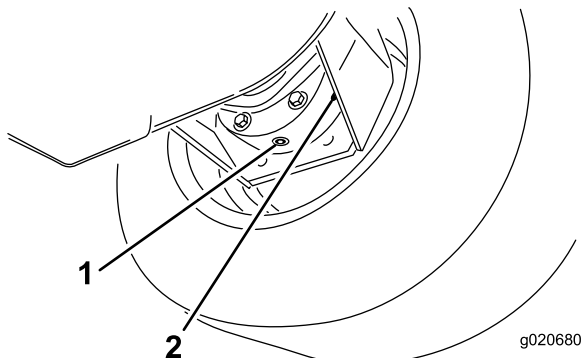

Figura 94
3. Coloque o recipiente de escoamento por baixo da estrutura do travão, retire o tampão e deixe o óleo escorrer para o recipiente (Figura 94).